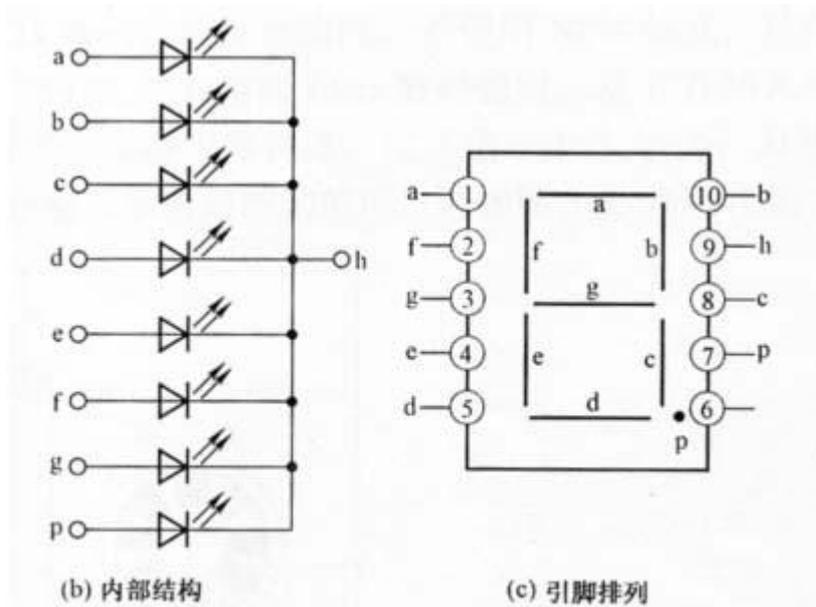

图 5-43 检测引脚排列不明的 LED 数码管的连线图
仍使用数字极档，将黑表笔固定接在⑨脚，用红表笔依次接触②、③、④、⑤、⑧、⑩、⑦脚时，数码管的 f、g、e、d、c、b、p 笔段先后分别发光，据此绘出该数码管的内部结构和引脚排列（面对笔段的一面），如图 5-43 (b)、(c) 所示。